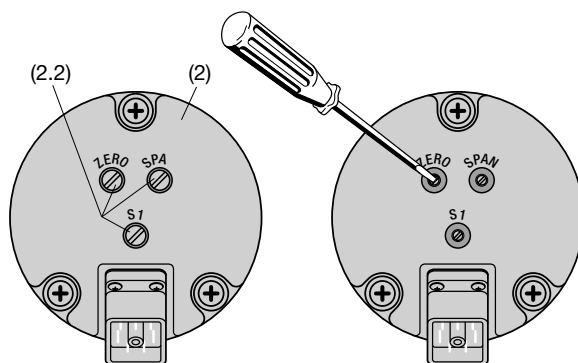
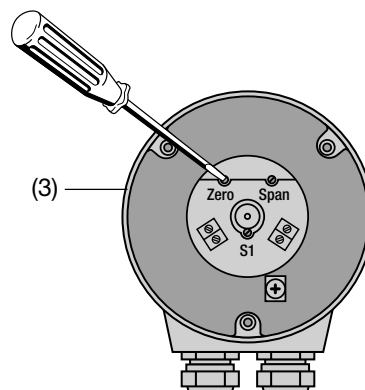

Fig. 9. Parte posteriore (2) con elementi di regolazione “ZERO”, “SPAN” e “S1”.
Fig. 10. Parte posteriore (3) con gli elementi di regolazione “ZERO”, “SPAN” e “S1”.
- ... con **connettore** rimuovere le viti di ZERO/SPAN (2.2) (Fig. 9, sinistra).
In seguito utilizzare un cacciavite (Ø 2.3 mm) per girare il potenziometro “ZERO” (Fig. 9, destra, o Fig. 10) per ottenere il valore preciso della corrente di uscita.
I convertitori angolari con un campo di misura > 150° sono dotati di un commutatore per l'inversione del senso di rotazione (Fig. 9 e Fig. 10).
... con **connettore** togliere la vite di protezione S1 (2.2), (Fig. 9, a sinistra).